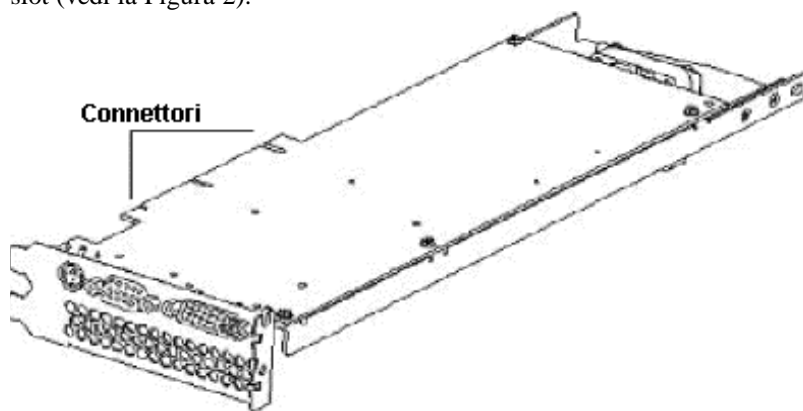

Figura 2. La scheda Wildcat 4110 PRO
4. Allineare la scheda Wildcat 4110 PRO con lo slot di espansione AGP Pro. Accertarsi che i contatti dorati di inserzione sul bordo della scheda siano allineati con il connettore dello slot (vedi la Figura 2).